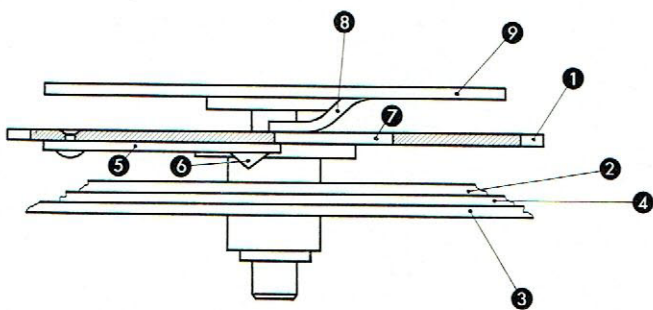

Fig. 17
Les figures 17 à 19 montrent trois vues en coupe de ce dispositif. Le circuit électrique de la sonnerie est tel que la roue de came est reliée au pôle + de la pile par l'intermédiaire de la masse du mouvement et que la plaquette (2) est reliée au pôle — en passant par la sonnette. Dans ce but, la roue de came (1) supporte une lame flexible (5) à laquelle est rivé un plot de contact en argent (6). La lame (5) est placée de telle façon qu'elle dépasse très légèrement l'encoche (7) de la roue de came (1) dans laquelle peut tomber, toutes les 12 heures, le bossage (8) de la roue des heures (9).
La figure 17 représente le dispositif quelques minutes avant le déclenchement de sonnerie. Le bossage (8) de la roue des heures (9) est prêt de tomber dans l'encoche (7) de la roue de came (1). Le plot de contact (6) est éloigné de la plaquette (2). Il n'y a pas passage de courant dans la sonnette.